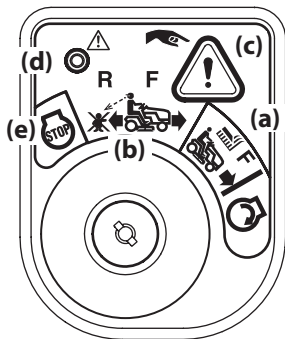

Figura 3-1
2. Gire la llave de la posición CORTE NORMAL (a) a la posición MODO DE PRECAUCIÓN EN MARCHA ATRÁS (b) del módulo de encendido. Vea la Figura 3-1.
3. Oprima el BOTÓN DE MARCHA ATRÁS (c) en el ángulo superior derecho del módulo de encendido. La luz indicadora roja (d) que está en el ángulo superior izquierdo del módulo de encendido se mantendrá ENCENDIDA mientras esté activada. Vea la Figura 3-1.